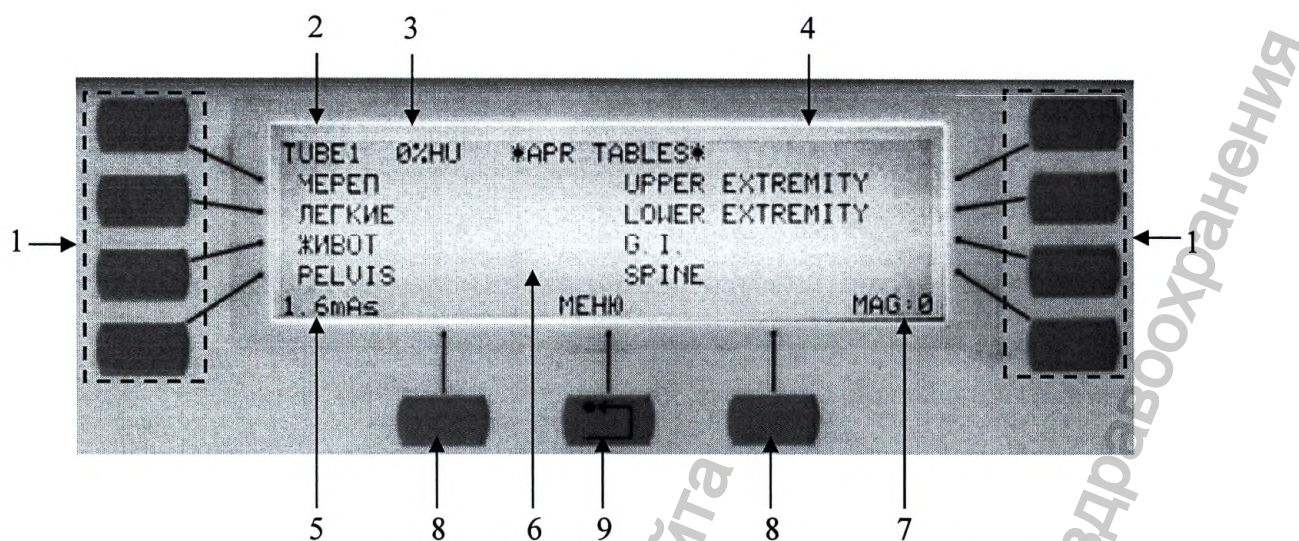

Рисунок 4.11 – Пульт управления в режиме органавтоматики
Информационный дисплей пульта управления в режиме АПР выглядит следующим образом (см. Рисунок 4.11):
Индикатор 2 (см. Рисунок 4.11, поз.2) отображает информацию об используемой на данный момент трубке. Используемая трубка программируется для выбранного приёмника сервисным инженером.
Индикатор 3 нагрева (термоиндикатор) анода %HU (см. Рисунок 4.11, поз.3) отображает степень нагрева анода выбранной рентгеновской трубки. Предупреждающее сообщение о нагреве анода будет отображено при достижении запрограммированного уровня, как правило, 80 %. Экспозиции, превышающие, как правило, значение 90 %, будут запрещены (это также программируется сервисным инженером).
Параметры mAs / mA / ms отображаются на индикаторе 5 (см. Рисунок 4.11, поз.5).
Дисплей состояния и сообщений оператору 6 (см. Рисунок 4.11, поз.6) показывает состояние комплекса, сообщения об ошибках, предупреждения.
1. Из главного меню АПР (см. Рисунок 4.11) нажмите кнопку, расположенную рядом с требуемой анатомической областью. Дисплей органоавтоматики (APR TABLES) покажет анатомические проекции в пределах этой области.